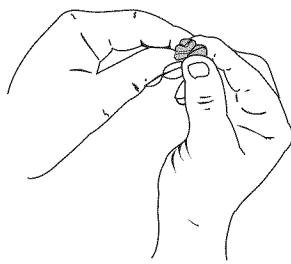

Fig. 25
- Apriete el filtro para espesar y retirar el exceso de aceite (Fig. 25).